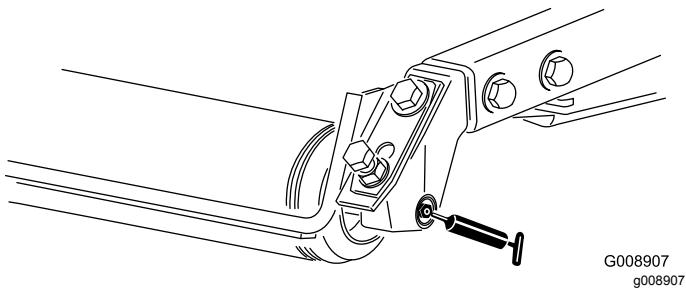

図 38
- 後ローラのベアリング各ユニットに2ヶ所—**図 38**